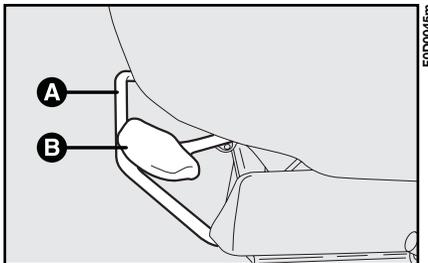
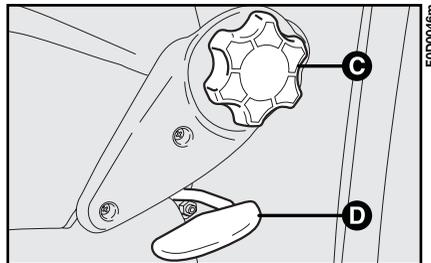

Abb. 46
Abb. 47
Den Hebel **A**, **Abb.46** hochziehen und den Sitz nach vorn oder zurück schieben.
**Zur Höhenverstellung des Sitzes nach oben:** sich darauf setzen und den Hebel **B**, **Abb. 46** (für den vorderen Sitzteil) bzw. den Hebel **D**, **Abb. 47** (für den hinteren Sitzteil) nach oben ziehen, wobei das Körpergewicht auf dem in der Höhe zu verstellenden Sitzteil liegen soll.
Den Drehknopf **C**, **Abb. 47** drehen.